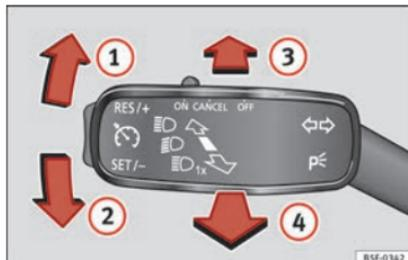

Fig. 131 Leva degli indicatori di direzione e degli abbaglianti.
- Spostare la leva » **fig. 131** verso l'alto ① o verso il basso ②.
- Spingere la leva » **fig. 131** in avanti nel senso della freccia ③.
• Gli abbaglianti si spengono quando la leva torna nella posizione originale nel senso indicato dalla freccia ④.
• Tirare la leva **» fig. 131** verso il volante (punto di pressione) nel senso indicato dalla freccia ④.
– Azionare la leva degli indicatori di direzione »» **fig. 131** »» pag. 126 verso l'alto o verso il basso - si accenderanno le luci di posizione del lato destro o sinistro del veicolo.